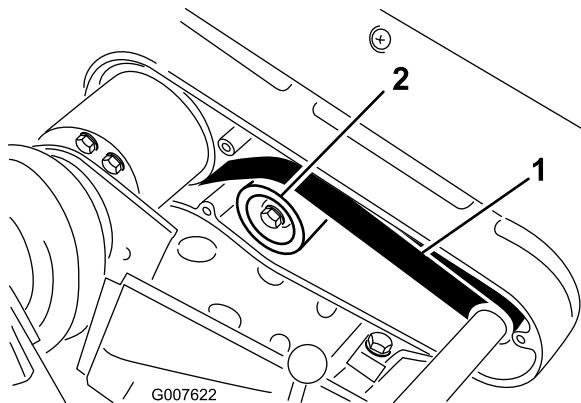

Figura 32
- Compruebe la tensión presionando la correa en el punto intermedio entre las poleas (Figura 32) con una fuerza de 5 a 6 libras (2,3 a 2,7 kg). La correa debe desviarse 1/4 pulg.
- Afloje la tuerca de montaje de la polea tensora y pírote la polea tensora en el sentido de las agujas del reloj contra la parte trasera de la correa, hasta obtener la tensión deseada (Figura 32).